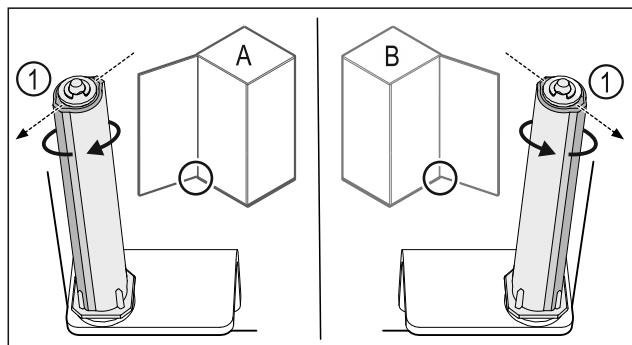

Fig. 54 Розкриття ліворуч (A) / Розкриття праворуч (B)
- Систему закриття поверніть проти опору доки перемичка системи закриття Fig. 54 (1) не показуватиме назовні.